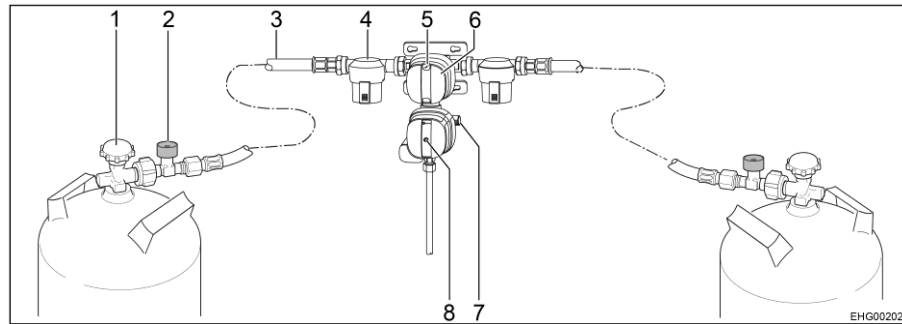

Fig. 133 Sistema de regulación de presión de gas de seguridad DuoControl CS
El sistema de regulación DuoControl se compone de una válvula selectora y el sensor de impacto. El sistema de regulación DuoControl está montado entre las mangueras de alta presión (Fig. 133,3) con dispositivo de seguridad en caso de rotura de manguera (Fig. 133,2). Con el botón giratorio (Fig. 133,6) en la válvula selectora se puede determinar cuál de las bombonas de gas se utilizará como bombona de servicio y cuál de ellas como bombona de reserva.
En la mirilla (Fig. 133,5) se indica el estado del suministro de gas:
El sensor de impacto bloqueará el suministro de gas en caso de un impacto significativo (p. ej. accidente). La posición del botón de restablecimiento amarillo (Fig. 133,8) indica el estado de funcionamiento del sensor de impacto:
- Si el botón de restablecimiento amarillo (Fig. 133,8) está hundido, el sensor de impacto está dispuesto para el funcionamiento.
- Si el botón de restablecimiento amarillo (Fig. 133,8) sobresale, el sensor de impacto **no** está dispuesto para el funcionamiento. Puesta en funcionamiento, véase más abajo.
El dispositivo de seguridad en caso de rotura de manguera (Fig. 133,2) bloqueará el flujo de gas si se rompe la manguera conectada. El dispositivo de seguridad en caso de rotura de manguera se deberá activar pulsando la tecla verde.
- Con el botón giratorio (Fig. 133,6) en la válvula selectora, seleccionar la bombona de gas de la que habrá de tomarse el gas principalmente (bombona de servicio). Girar el botón giratorio siempre hasta el tope.
- Abrir las llaves de paso principales (Fig. 133,1) de las bombonas de gas.
- Pulsar la tecla verde del dispositivo de seguridad en caso de rotura de manguera (Fig. 133,2) por aprox. 5 segundos. En la mirilla (Fig. 133,5) se visualizará la marca verde.
- Si el sensor de impacto ha disparado (el botón de restablecimiento amarillo (Fig. 133,8) sobresale):
Hundir el botón de restablecimiento amarillo (Fig. 133,8) con fuerza, girarlo ligeramente en sentido de las agujas del reloj y mantenerlo pulsado por aprox. 5 segundos. Asegurarse de que el botón de restablecimiento permanezca en la posición hundida ("dispuesto para el funcionamiento").
- Cerrar las llaves de paso principales (Fig. 133,1) de las bombonas de gas.
En caso de que luz de control verde (Fig. 134,6) se apague durante el servicio y se encienda la luz de control roja (Fig. 134,5), estará vacía la bombona de servicio y se deberá cambiar. En la mirilla (Fig. 133,5) de la bombona de gas perteneciente se visualizará la marca roja. La bombona de reserva seguirá suministrando gas a los consumidores de gas.
- Girar el botón giratorio (Fig. 133,6) hasta el tope en sentido de la bombona de gas utilizada de momento. De este modo, esta bombona de gas ahora será la bombona de servicio y la bombona de gas vacía se convertirá en la bombona de reserva. La marca en la mirilla (Fig. 133,5) cambiará de rojo a verde.
- Cerrar la llave de paso principal (Fig. 133,1) de la bombona de gas vacía. Observar el sentido de la flecha.
- Pulsar la tecla verde del dispositivo de seguridad en caso de rotura de manguera (Fig. 133,2).